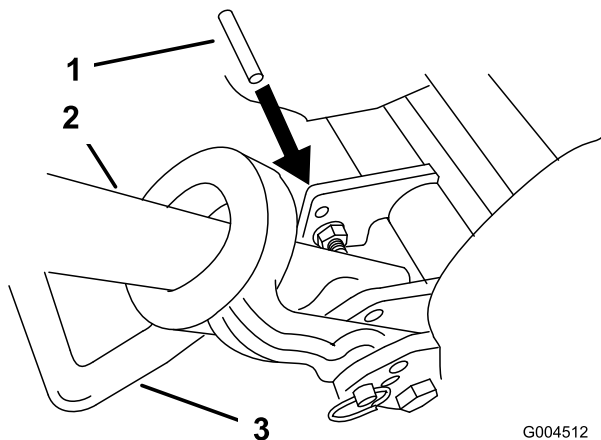

Figura 51
2. Abbassate il cavalletto e inserite un perno (o una spina) del diametro di 6,4 mm (1/4 poll.) nel foro del telaio soprastante il bullone di montaggio del cavalletto (Figura 51).